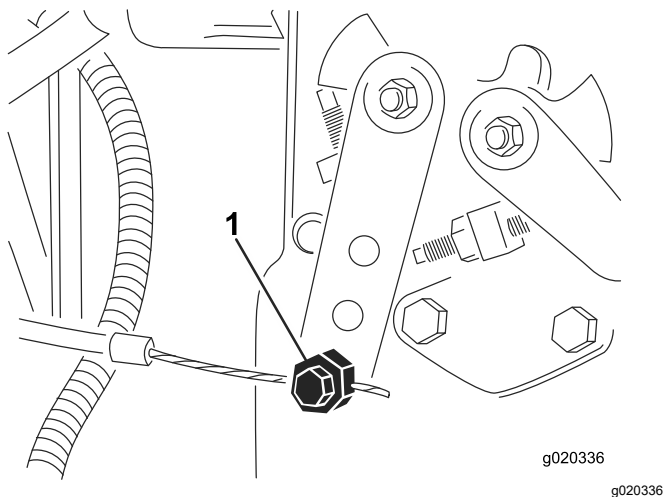

Figura 90
4. Allentate il raccordo del cavo dell'acceleratore sulla leva della pompa di iniezione (Figura 90).